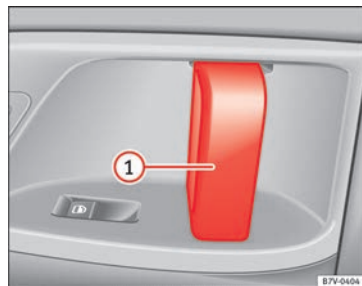

Fig. 134 En la puerta corrediza: maneta de la puerta ①.
Abbr la puerta corrediza desde el interior.	Con la puerta corrediza desbloqueada, abra la puerta por completo tirando de la maneta interior de la misma » fig. 134 ① .